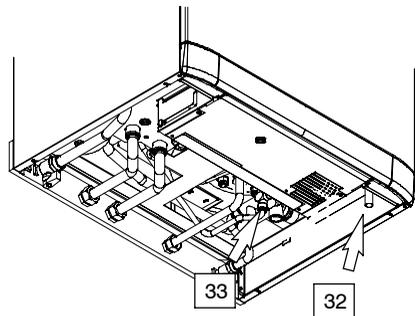

fig. 5.4
- 8 Collegare lo scarico delle valvole di sicurezza 32 e 33 in fig. 5.4 ad un imbuto di scarico.